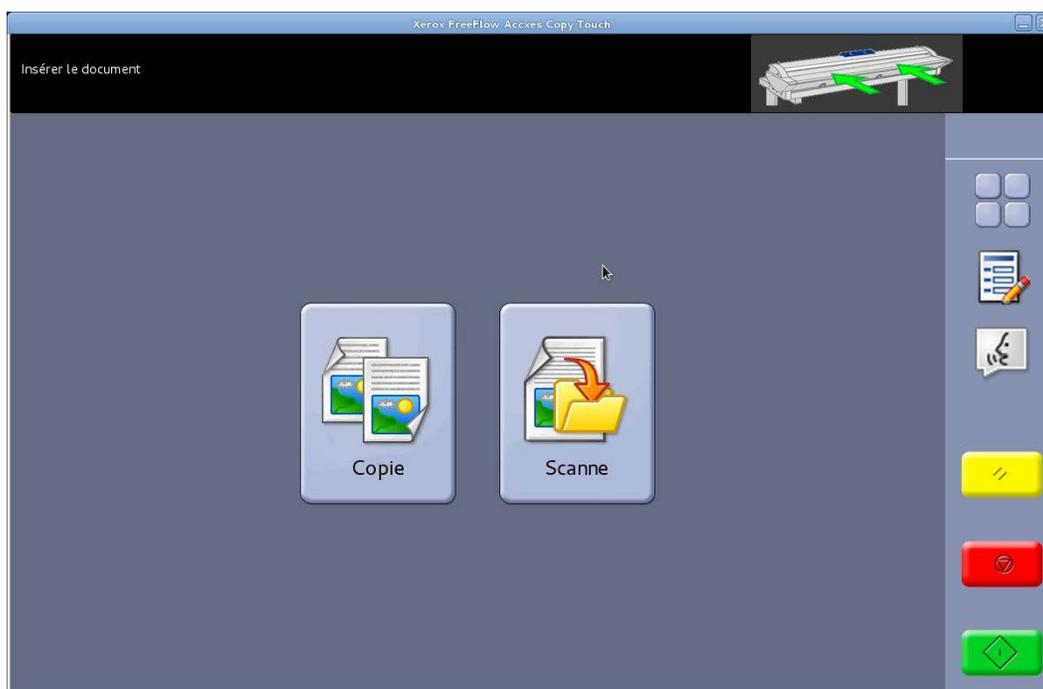

Figure 2 Écran Services
- Lorsque l'utilisateur utilise l'interface de copie ou de numérisation, le bouton Menu principal le renvoie à l'écran Services (Figure 2).